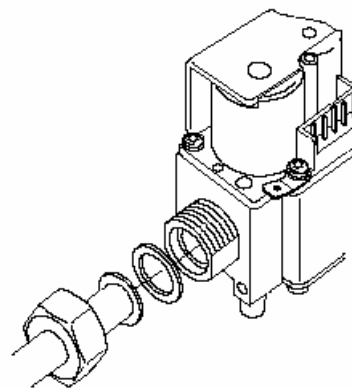

Рис. 4. Соединение с внешней резьбой с гайкой и торцевым уплотнительным кольцом
#### С гайкой 1/2 " и торцевым уплотнительным кольцом для трубы 14 мм (смотрите рис. 4.)
#### С гайкой 1/2 " и торцевым уплотнительным кольцом для трубы 15 мм (смотрите рис. 4.)
- С гайкой 3/4" и торцевым уплотнительным кольцом для трубы 15 мм (смотрите рис. 4.)
- С гайкой 3/4" и торцевым уплотнительным кольцом для трубы 18 мм (смотрите рис. 4.)